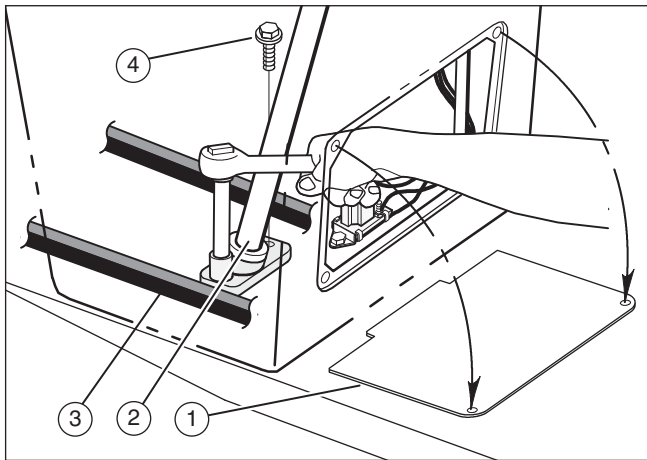

Figura 20
9. Rimuovere il pannello di accesso (1) (Figura 20).
10. Rimuovere le due viti (4) che attaccano il gruppo del piantone di guida. Alzare il volante e il gruppo del piantone di guida. Tirare la cinghia di trasmissione (3) sotto il gruppo del piantone di guida.